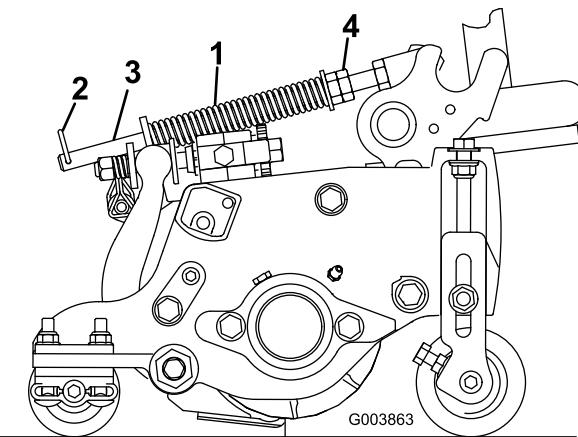

Figura 17
2. Apriete las tuercas hexagonales del extremo delantero de la varilla del muelle hasta que la longitud comprimida del muelle sea de 15,9 cm (Figura 17).
1. Asegúrese de que el pasador de horquilla está instalado en el taladro del extremo de la varilla (Figura 17).
Nota: Si es necesario retirar la unidad de corte de la máquina, mueva la chaveta al taladro delantero de la varilla del muelle (Figura 17). Asegúrese de mover la chaveta de nuevo al taladro trasero de la varilla del muelle después de reinstalar la unidad de corte en la máquina.